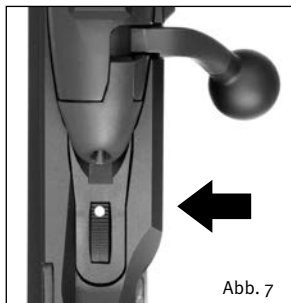

Abb. 7
**Sicherungs-Stellung** (Abb. 7):
1. Sicherungsrade des Gewehres auf Sicherungs-Stellung (Abb. 7).
Falls nach dem Schuss ein Nachladen erforderlich ist, den Kammergriff öffnen. Durch Zurückziehen des Verschlusses wird die abgeschossene Patronenhülse ausgezogen und ausgeworfen. Beim Vorschieben der Kammer wird eine neue Patrone in das Patronenlager des Laufs eingeführt. Verschluss durch Verdrehen des Kammergriffes wieder verriegeln. Sicherung auf Stellung gesichert (Abb. 7) drehen. Die Waffe ist erneut geladen, gespannt und gesichert. Wird das Gewehr entschichert, der Schuss unterbleibt jedoch, ist sofort wieder zu sichern (Abb. 7).